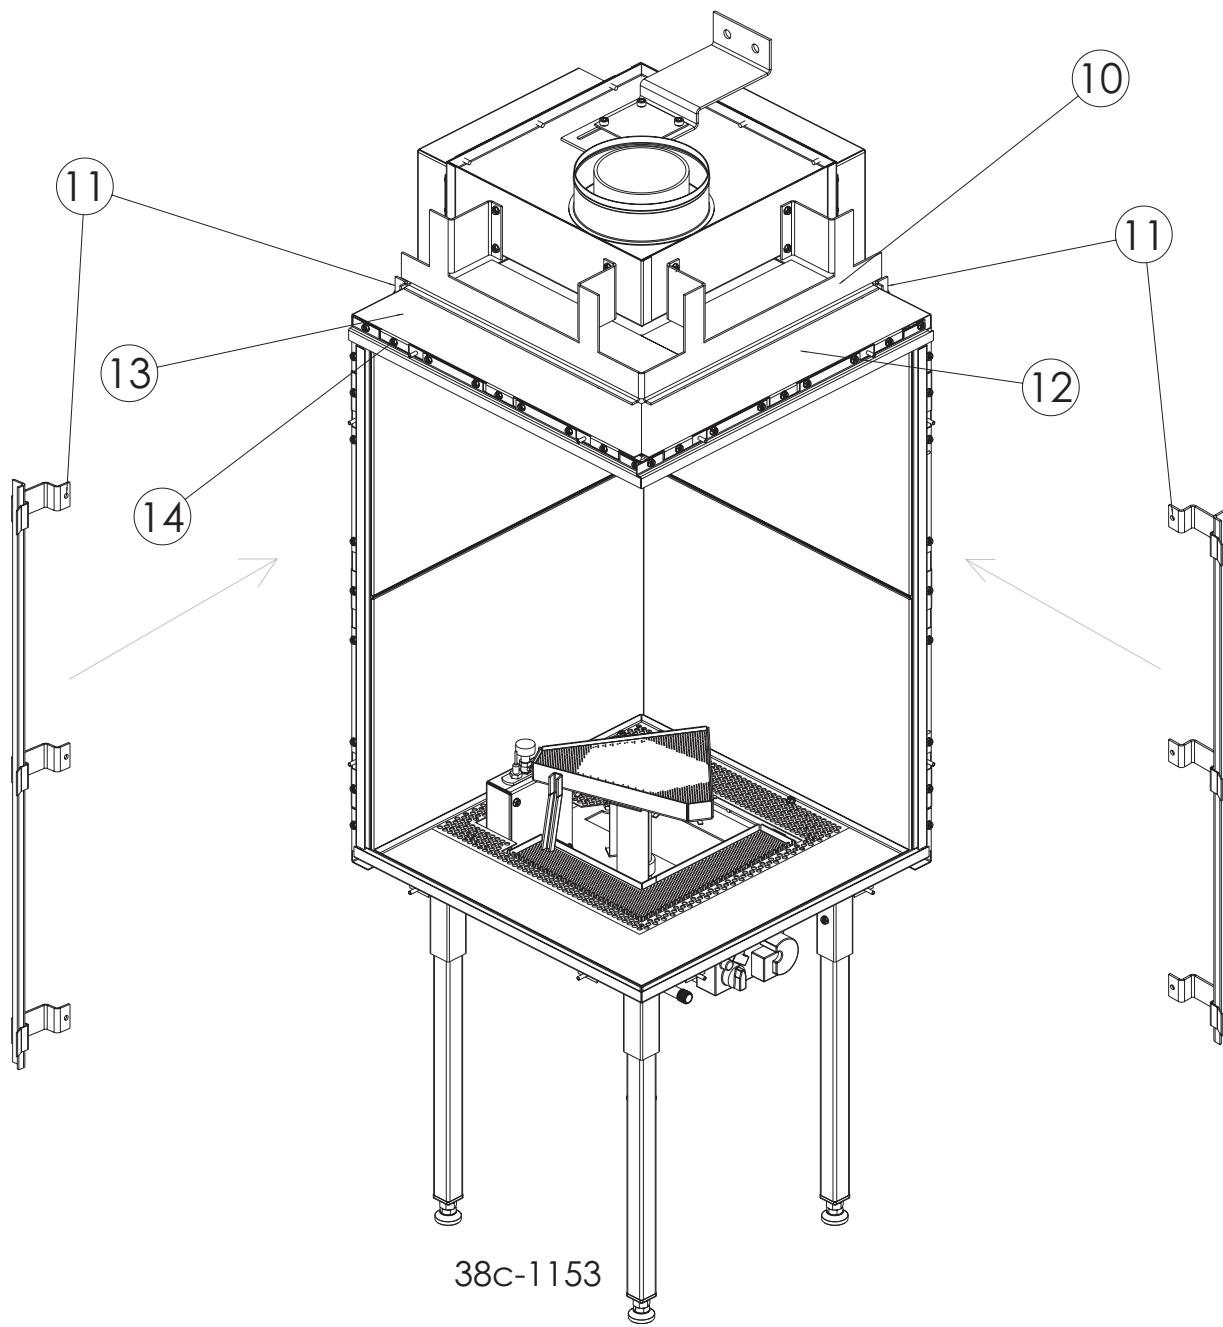

fig. 2
Mount the chimney breast rebates provided in the outset kit to the fire with self-tapping screws as shown in fig. 2. If you use sheet material such as Promatec to build a chimney breast, make sure that there is at least 20 mm clearance between the sheet material and the bottom of the appliance.
Fixez les butées (fournis dans le kit pour l'installation en saillie) à l'appareil au moyen des vis, comme indiqué sur la figure 2.
Veillez pendant le plâtrage à ne pas faire tomber d'eau ou de colle à papier sur la couche d'isolant placé au-dessus de l'appareil. Une fois le manteau terminé, fixez les plaques de recouvrement (12 et 13) au moyen des vis fournies (14), voir figure 2.